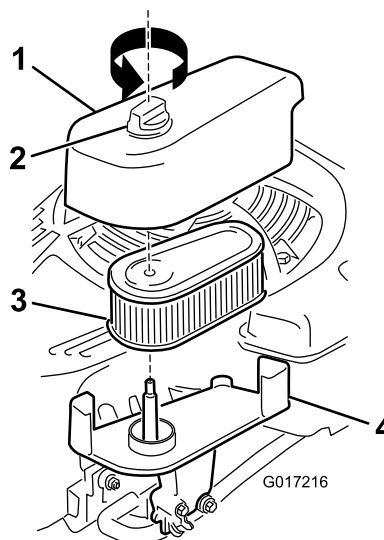

Рисунок 32
1. Ослабьте фиксатор и снимите крышку воздушного фильтра (Рисунок 32).